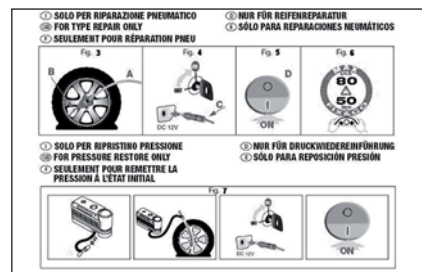

fig. 12
- ☐ pieghevole informativo **fig. 12**, utilizzato per un pronto uso corretto del kit di riparazione rapida e successivamente da consegnare al personale che dovrà maneggiare il pneumatico trattato con il kit di riparazione pneumatici;